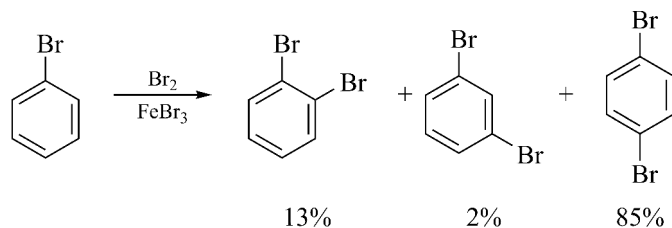

图 2-38
③有钝化作用的邻、对位定位基: 这类定位基主要使指卤原子取代基 X(F、Cl、Br、I), 使新引入的取代基主要在其邻、对位, 但是对苯环略微钝化, 使取代反应比苯难进行一些。例如溴苯的溴代反应结果如图 2-38 所示。